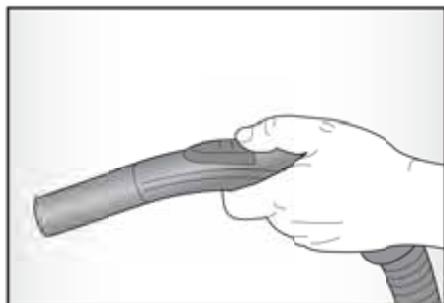

Fig. 4
Вторичный воздушный клапан (P) находится на ручке (Q) и используется для регулировки силы всасывания (РИС. 4). Чем больше апертура клапана, тем меньше сила всасывания и наоборот.